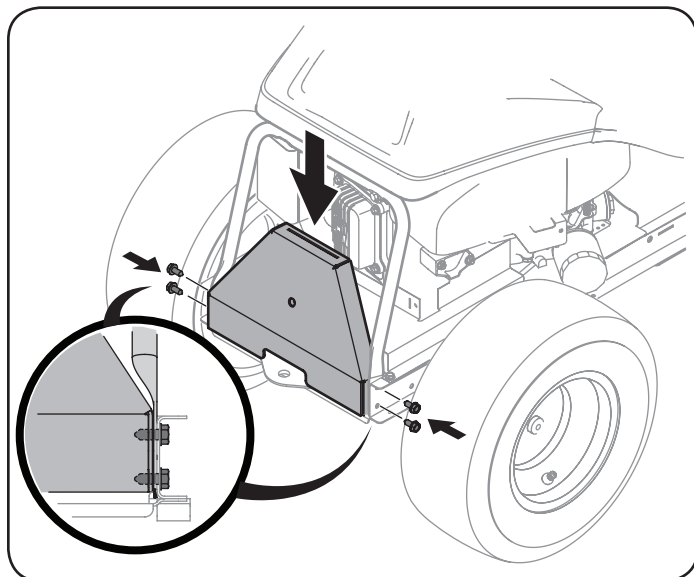

Figure 4
2. Installez le support de fixation de l'ensacheuse sur le tracteur à l'aide de quatre boulons hexagonaux de la trousse de matériel 683-05147. Insérez chaque boulon à tête hexagonale à travers le châssis du tracteur, le tube de montage du capot arrière, puis vissez-le dans l'écrou de soudure du support de montage de l'ensacheuse, comme indiqué à la Figure 4.